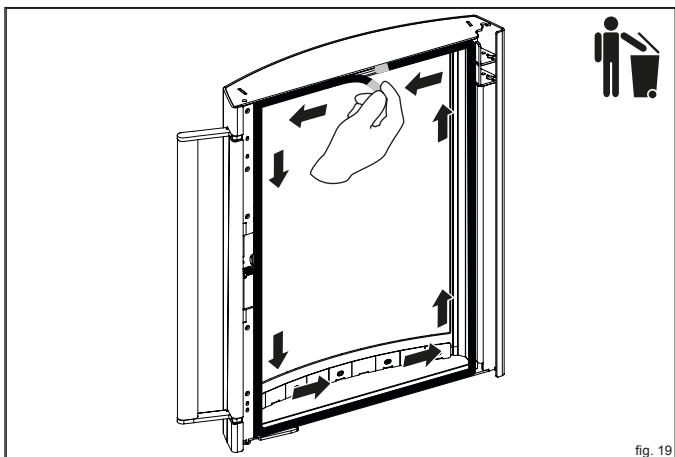

fig. 19
- ▶ Estrarre la vecchia guarnizione dalla guida tirandola da una delle estremità e smaltirla tra i rifiuti (fig. 19).